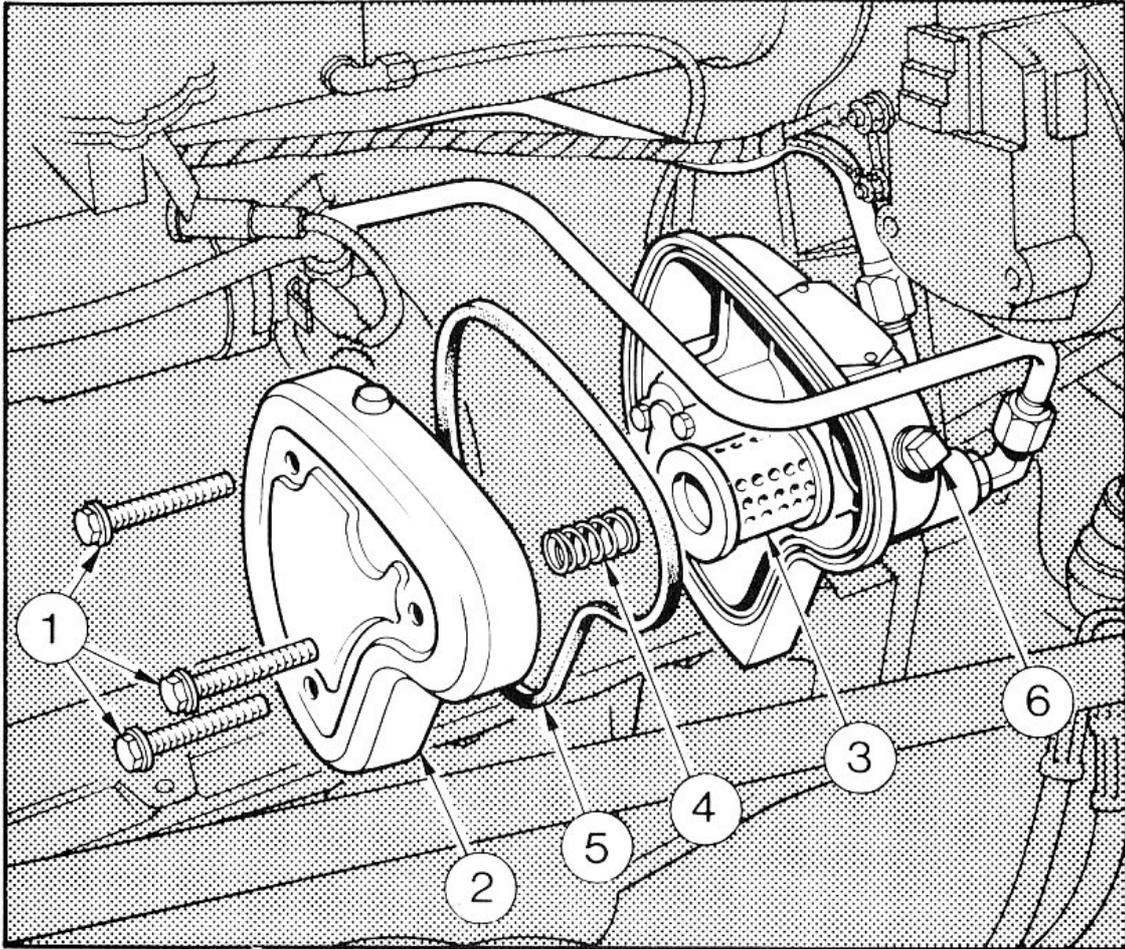

FIG. 22
Le niveau d'huile doit être vérifié et complété, si nécessaire, comme le montre la Fig. 22. De grandes précautions doivent être prises à la vérification en complétant le niveau d'huile, pour ne pas laisser pénétrer de corps étrangers dans le réservoir de la pompe.
2. (Fig. 22). Enlever les 3 boulons (1) attachant le couvercle à la pompe.
3. Enlever le couvercle (2) avec l'élément (3) et le ressort (4).
4. Enduire légèrement de vaseline le bord extérieur de la nouvelle bague d'étanchéité (5) et remonter la bague sur la pompe.
5. Remonter l'élément (3) avec le côté de remplissage vers l'avant, dans l'orifice d'alimentation de la pompe.
6. Replacer le ressort (4) sur l'élément et remonter le couvercle du réservoir (2) compressant le ressort.